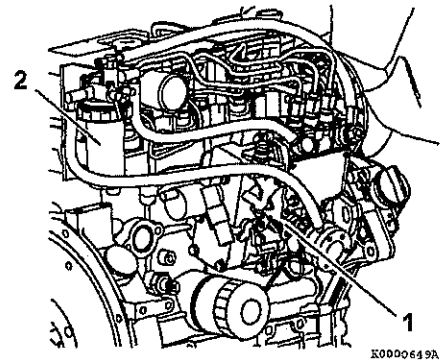

図 2
- 燃料フィルタのカップ (2, 図 2) が燃料でいっぱいになるまで、燃料プライミングレバー (1, 図 2) を数回動かします。